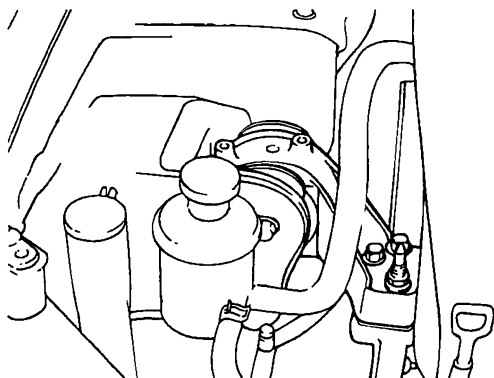

图 31-74 拆卸发动机固定支架
- 5) 如图 31-74 所示，拆卸发动机固定支架。注意：拆卸固定支架前要用千斤顶顶住发动机油底壳。